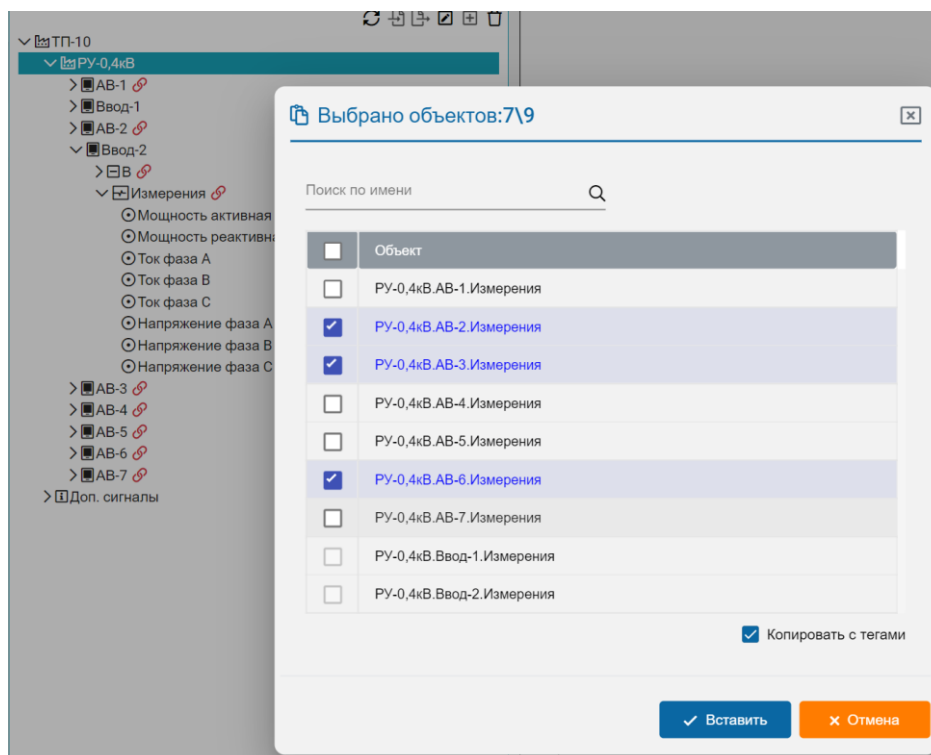

Рисунок 60
- выбрать в открывшемся окне (рисунок 60) из доступных объектов те, в которые следует вставить скопированное измерение и нажать кнопку *Вставить*.
Примечание – В окне *Выбрано объектов* (рисунок 60) признак *Копировать с тегами* используется для копирования измерения со всеми привязками к дереву ТМ.